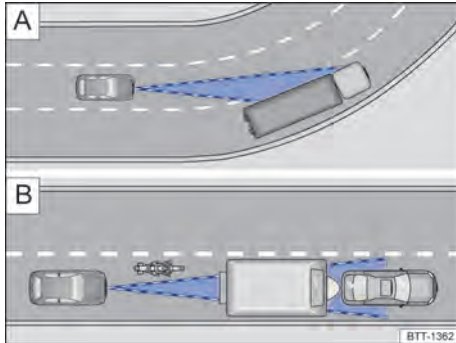

Fig. 108 [A] Condução em curva. [B] Veículos fora da área de alcance do sensor do radar
O sensor do radar sempre realiza as medições em sentido reto. Por isso, veículos em curvas fechadas podem ser acidentalmente detectados ou veículos a frente podem não ser detectados → Fig. 108 [A].
- Veículos que conduzem fora da área do sensor em pequena distância do próprio veículo, por exemplo, motocicletas → Fig. 108 [B].